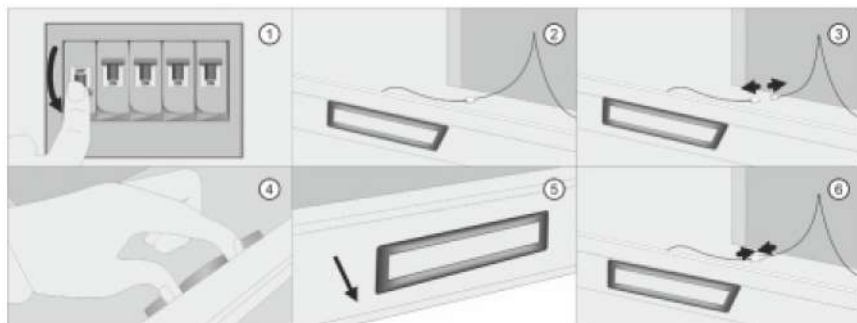

Рис. 15 Замена ламп освещения
Перед заменой ламп следует отключить изделие от сети питания. (Рис. 15. 1)
1. Выдвинете телескопическую часть вытяжки и извлеките жировой алюминиевый фильтр; (Рис. 15. 2)
тания лампы, нажав на фиксатор на нем; (Рис. 15. 3)
3. Изнутри вытяжки нащупать две фиксирующие пластины лампы, сжать их пальцами и вытолкнуть лампу вниз; (Рис. 15. 4, 5)
4. Установить новую лампу того же типа и характеристик (2 В, 1,5 Вт), и последовательно подключить к питанию. (Рис. 15. 6)